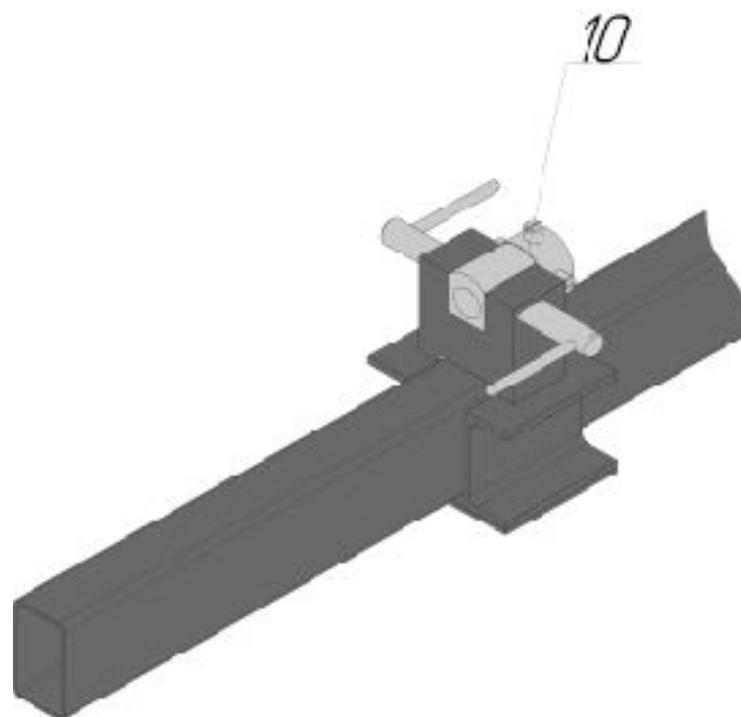
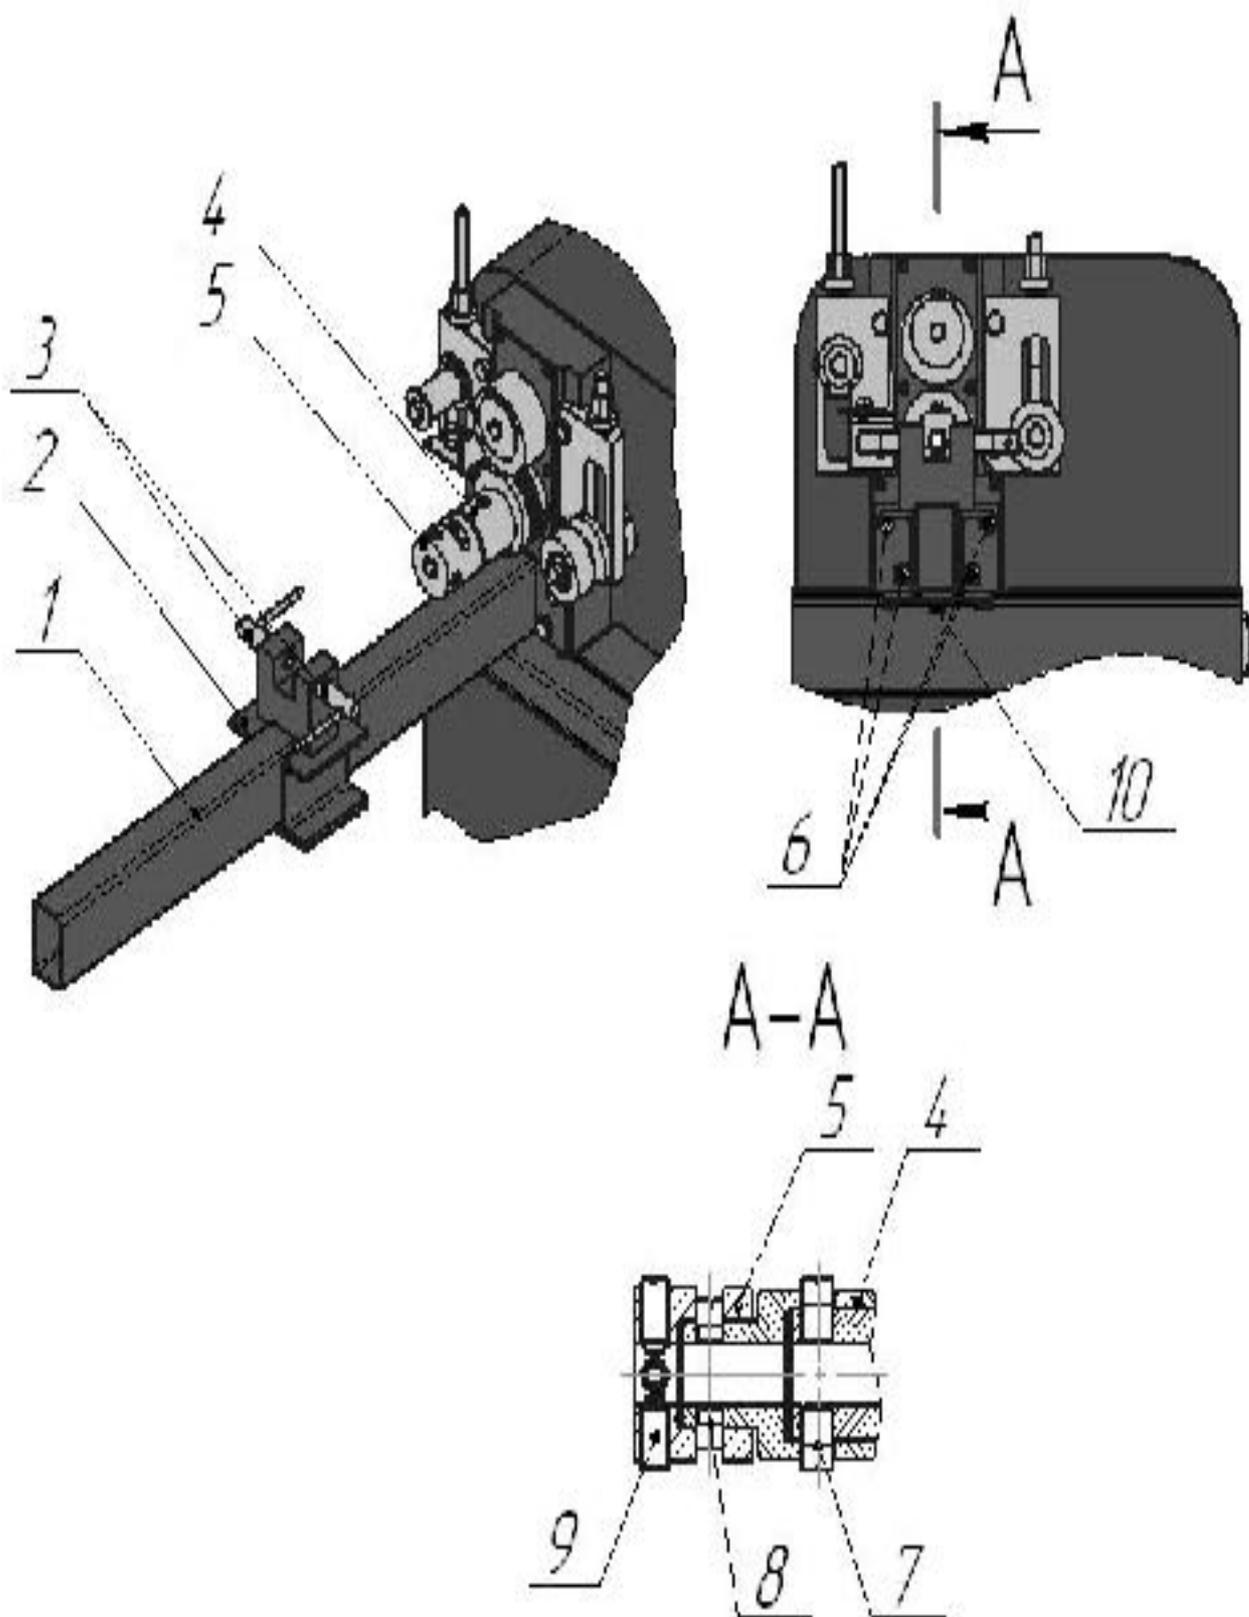

Рис.2 Установка дополнительных приспособлений для операции продольного скручивания металлопроката из профильной трубы.
Рис.3 Монтаж дополнительных приспособлений для операции продольного скручивания прутка металлопроката.
- 5.2. Произвести монтаж приспособлений рис.3.**
При работе с металлопрокатом из профильной трубы, следует установить втулку фиксации 10 рис.2 путем фиксации винтами 3 рис.3.
5.3. Во втулке свободного хода 5 установить размер, соответствующий сечению прутка с помощью винтов 8 рис. 3. При работе с металлопрокатом из профильной трубы установить соответствующий размер во втулки фиксации 10 с помощью винтов 8 так, чтобы при последующей установке заготовки во втулки был небольшой люфт самой заготовки.
5.4. Выставить на необходимую длину скрутки ползун 2 и зафиксировать его на кронштейне 1 при помощи болта 11 (затянув его рукой или гаечным ключом) рис. 3.
5.5.3. Произвести визуальную отцентровку заготовки винтами 8 рис. 3.
5.8. Ослабьте винты 8 рис. 3 и выньте заготовку.
1. Произвести монтаж приспособлений рис.2, рис.3 – «Операция продольного скручивания прутка металлопроката».
- 6.7. Коротким нажатием кнопки «Вперед» разблокировать модуль, ослабить винты 9 втулки свободного хода рис.3 и винты втулки фиксации рис.2.
- 6.8. Сдвинуть ползун 2 по кронштейну 1 рис.3 и извлечь полученный элемент.